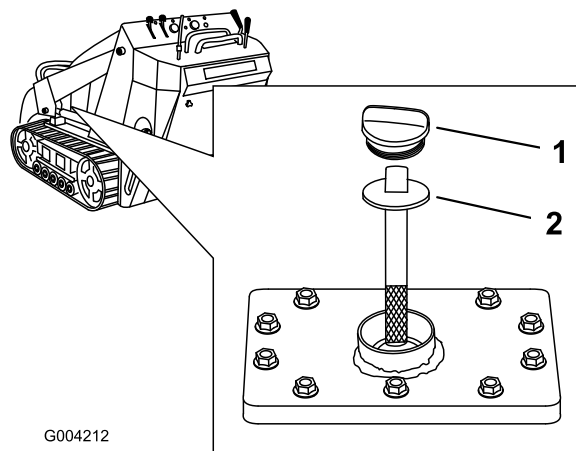

Figura 54
5. Togliere il tappo del serbatoio idraulico e l'asta di livello (Figura 54).